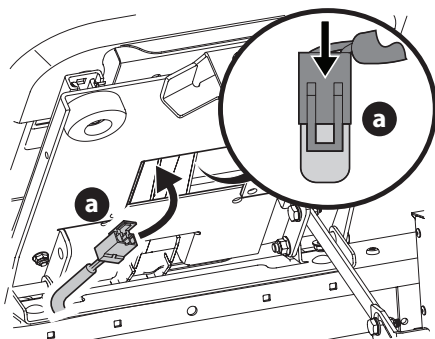

Fig. 10
4. Insérez le faisceau de câbles (a) dans la partie inférieure du siège (Fig. 10).
**NOTE :** lorsque le faisceau de câbles (a) est connecté, veillez à pousser le fil excédentaire du faisceau de câbles (a) dans l'orifice du boîtier de siège avant de continuer (Fig. 10).